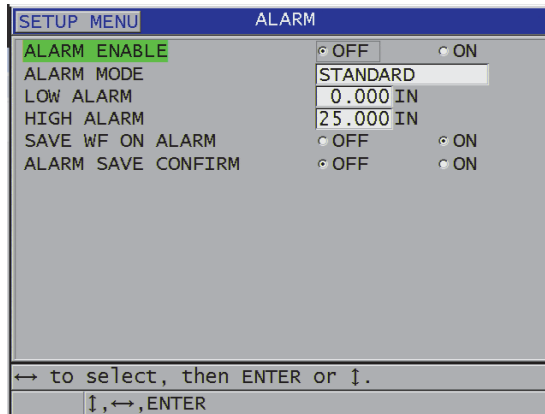

Figura 8-7 Configuración de la alarma estándar
3. En la pantalla ALAR. [alarma] (ver Figura 8-7 en la página 148):